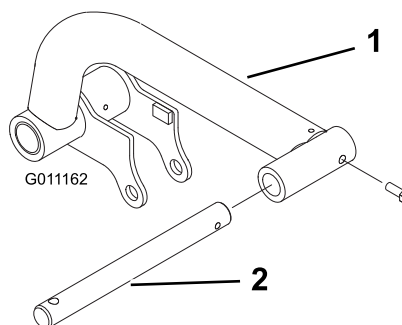

Figura 14
- Inserite un'asta orientabile in ogni braccio di sollevamento e allineate i fori di montaggio (Figura 14).